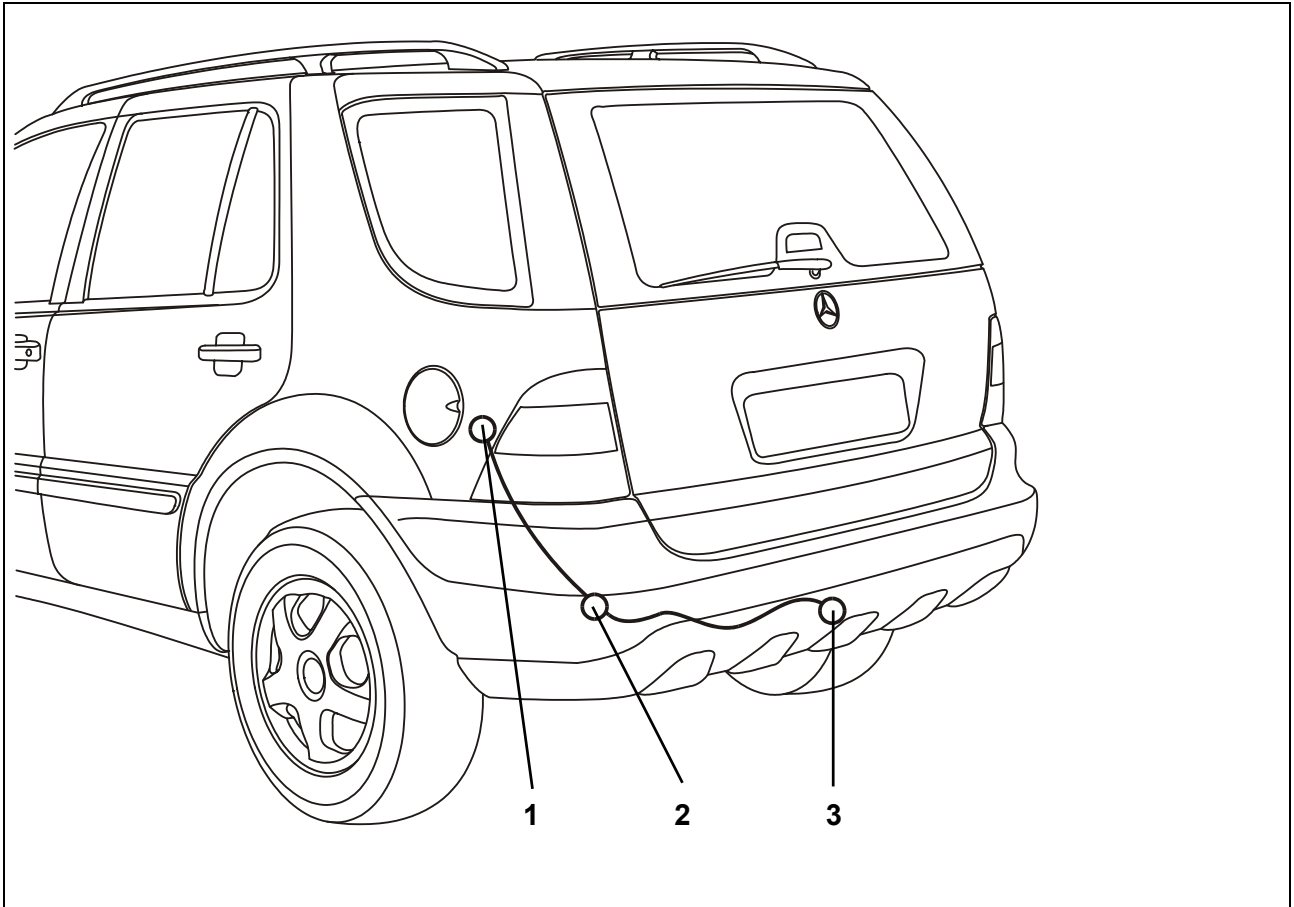

Abb. 1: Einbauübersicht
3. Das Leitungsende durch die Kabel-Durchführung, ausgehend vom Kofferraum, nach außen zum Steckdosenhalteblech (Abb. 1/3) verlegen.
4. Die Gummitülle in die Kabel-Durchführung (Abb. 1/2) einsetzen.
8. Die Steckdose mit den beiliegenden Schrauben und Muttern am Halteblech (Abb. 1/3) festschrauben.
10. Den 16-poligen Stecker (Abb. 1/1) mit dem passenden Gegenstück (befindet sich in der Nähe des Tankrohrs) zusammenstecken und befestigen.